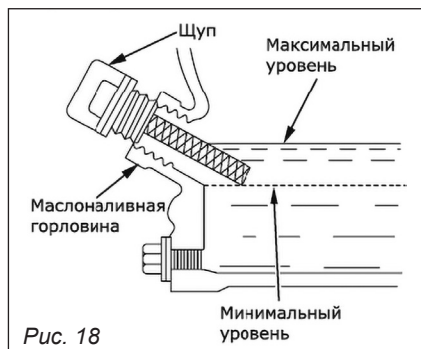

Рис. 18
2. Откройте крышку маслониливной горловины и протрите щуп тряпкой (рис. 18).